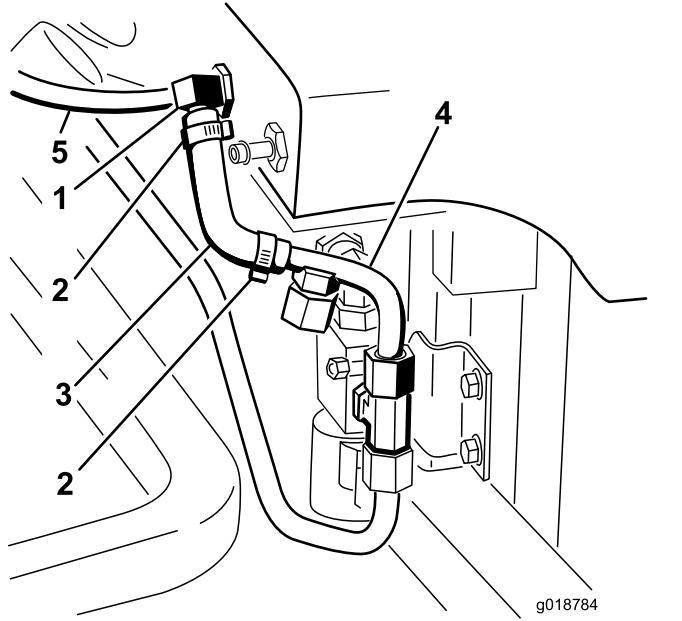

Рисунок 32
- Наденьте 2 малых шланговых хомута на малый формованный гидравлический шланг (Рисунок 32).
- Наденьте длинную часть формованного шланга на прямоугольный переходной тройник, установленный в гидравлический бак (Рисунок 32).
- Наденьте короткую часть формованного шланга на ступенчатый конец гидравлической трубы № 4 (Рисунок 32).
- Подсоедините, не затягивая, гидравлическую трубку № 5 (шланг) к малому прямоугольному тройнику (Рисунок 32).